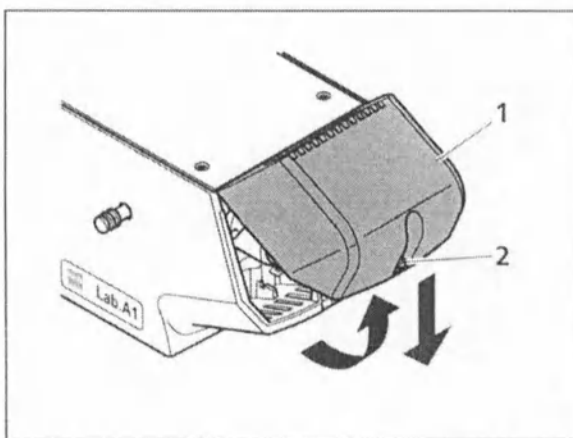

Рисунок 3-23. Извлечение крышки
- Ослабить винт (рисунок 3-23/2) на крышке.
- Легонько подымите крышку (рисунок 3-23/1) вверх и извлеките ее из штатива.
- Вставьте крышку (рисунок 3-23/1) под наклоном в верхние удерживающие каналы штатива, опустите вниз и нажмите. Затяните винт (рисунок 3-23/2).